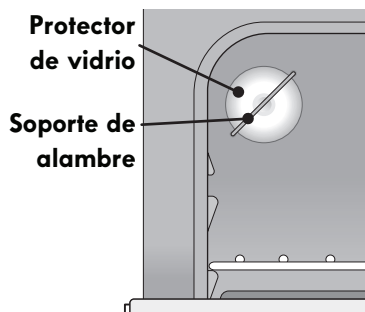

Figura 12: Reemplazo de la luz del horno
- Para obtener mejores resultados al hornear pasteles o galletas usando dos rejillas de horno, coloque las cacerolas como se muestra en la Figura 12.